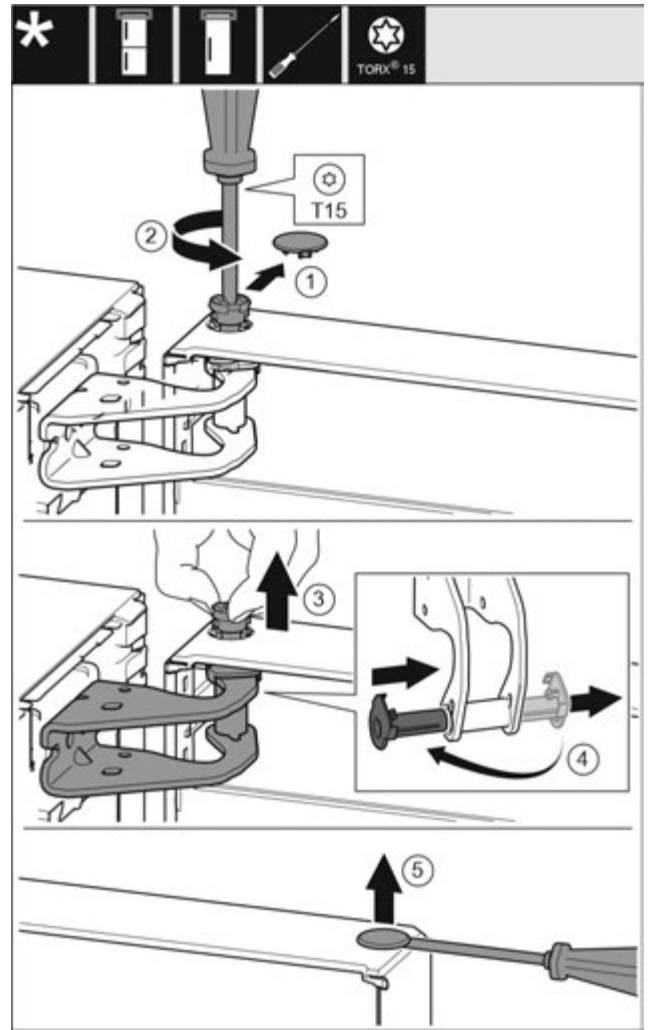

Fig. 7
- ▶ Обережно зніміть запобіжну кришку. Fig. 7 (1)
- ▶ Трохи викрутіть гвинт за допомогою викрутки T15. Fig. 7 (2)
- ▶ Притримуйте дверцята і витягніть палець руками. Fig. 7 (3)
- ▶ Витягніть із напрямної опорну втулку. Встановіть і зафіксуйте з іншого боку. Fig. 7 (4)
- ▶ За допомогою шліцевої викрутки обережно підійміть пробку із опорного втулка дверцят та витягніть її. Fig. 7 (5)